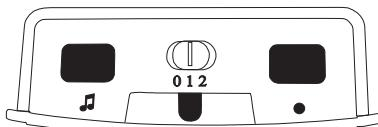

Figure 6 : Face supérieure « signolux »
À l'aide de l'interrupteur coulissant de sélection du signal (fig. 6 « **0 1 2** »), vous pouvez choisir le type de signalisation.
- d) Appuyez sur le bouton de sélection de la mélodie **♪** (fig. 6) jusqu'à ce que vous ayez trouvé la séquence de sons que vous souhaitez (15 séquences de sons au choix).
- Appuyez longuement sur la touche (fig. 6). Les symboles s'allument les uns après les autres. Relâchez la touche dès que le symbole souhaité s'allume.
- Poussez ensuite simultanément sur la touche • et le bouton de sélection de la mélodie ♫ (fig. 6), jusqu'à ce que tous les symboles s'allument brièvement ensemble.